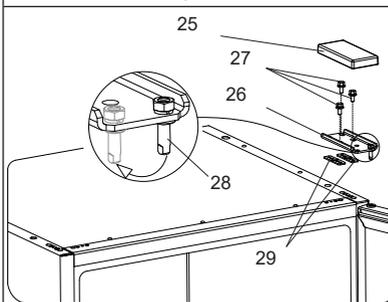

Рисунок 14
1. Снимите крышку 25 верхнего кронштейна 26 (см. рис. 14).
2. Торцовым ключом на 10 выкрутите болты 27 верхнего кронштейна 26 (см. рис. 14). Придерживая дверь, снимите верхний кронштейн 26 (см. рис. 14).
4. На верхнем кронштейне переставьте ось 28, выкрутив на ней торцовым ключом на 10 гайку (см. рис. 14).